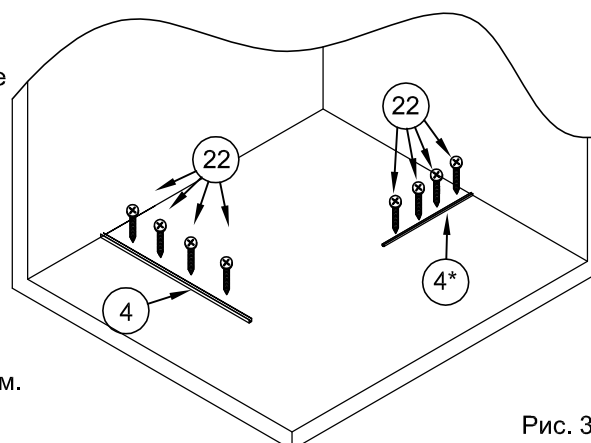

Рис. 3
1.5. Установить профили №4 и №4* на соответствующие места пола. Вставить в отверстия шурупы №22 и вкрутить их отверткой, закрепив профили в положенных местах на полу (рис.3).